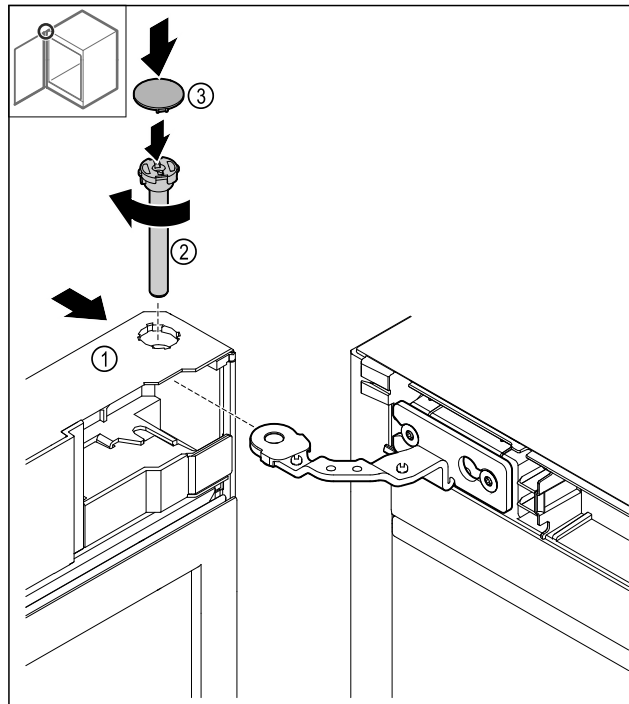

Fig. 38
- Spingere la porta Fig. 38 (1) in alto sulla cerniera.
- Inserire i bulloni e Fig. 38 (2) fissarli ruotandoli in senso orario.
- Applicare la copertura Fig. 38 (4).